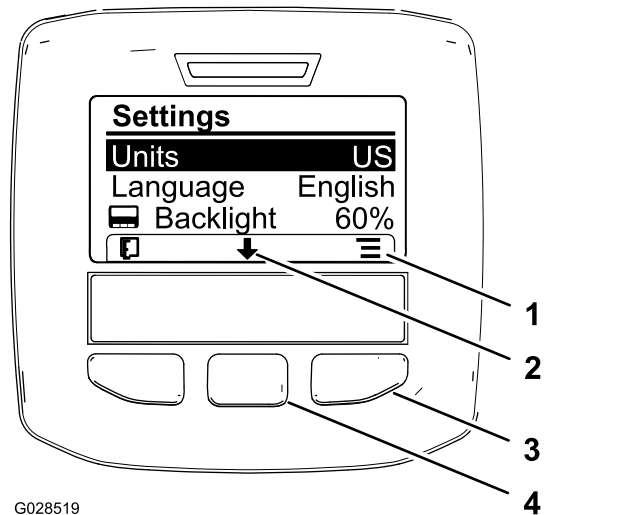

Figura 9
1. Para alterar a unidade de medida, utilize o botão de seleção central para se deslocar para a opção de UNIDADES (Figura 9).
2. Pressione o botão de seleção direito para alterar as unidades de medida indicadas (Figura 9).
1. Para alterar o idioma utilizado no ecrã, pressionando o botão de seleção central (o botão por baixo do ícone de seta para baixo no ecrã) percorra a lista até à opção de idioma (Figura 9).
2. Se pressionar o botão de seleção direito (o botão por baixo do ícone de lista no ecrã), realça o idioma da lista utilizado no ecrã (Figura 9).